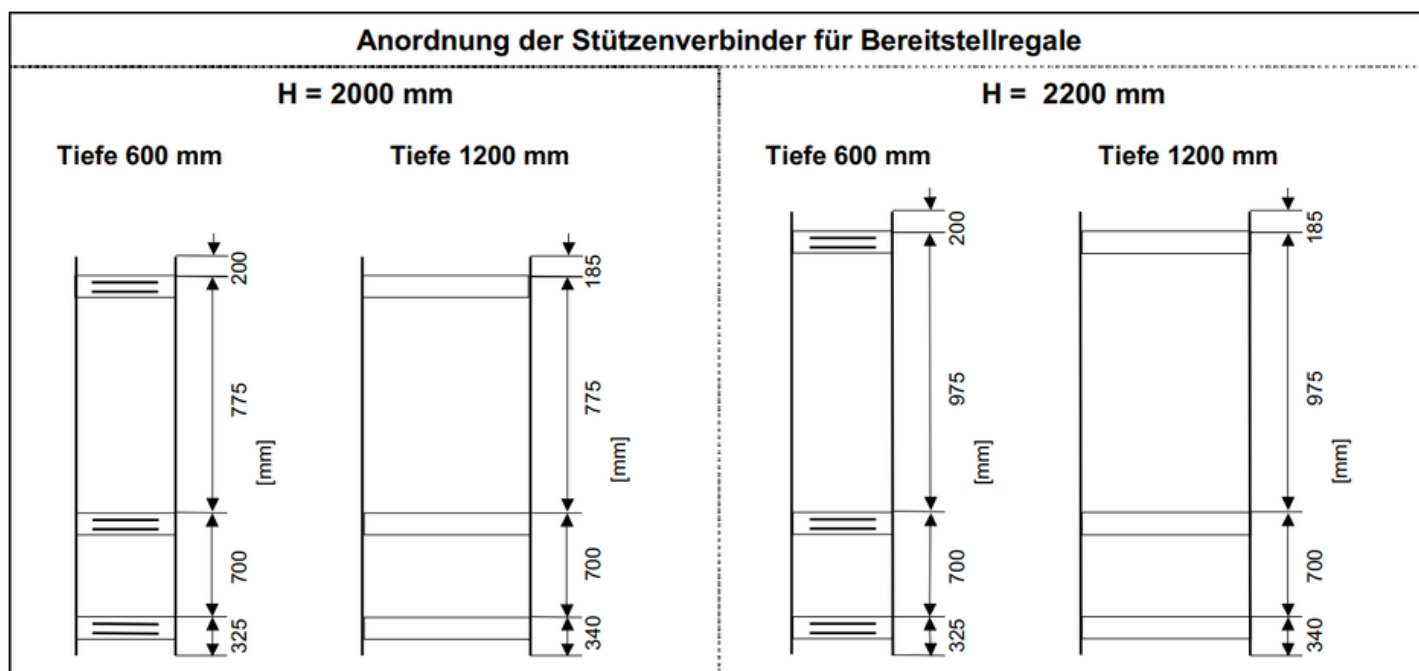
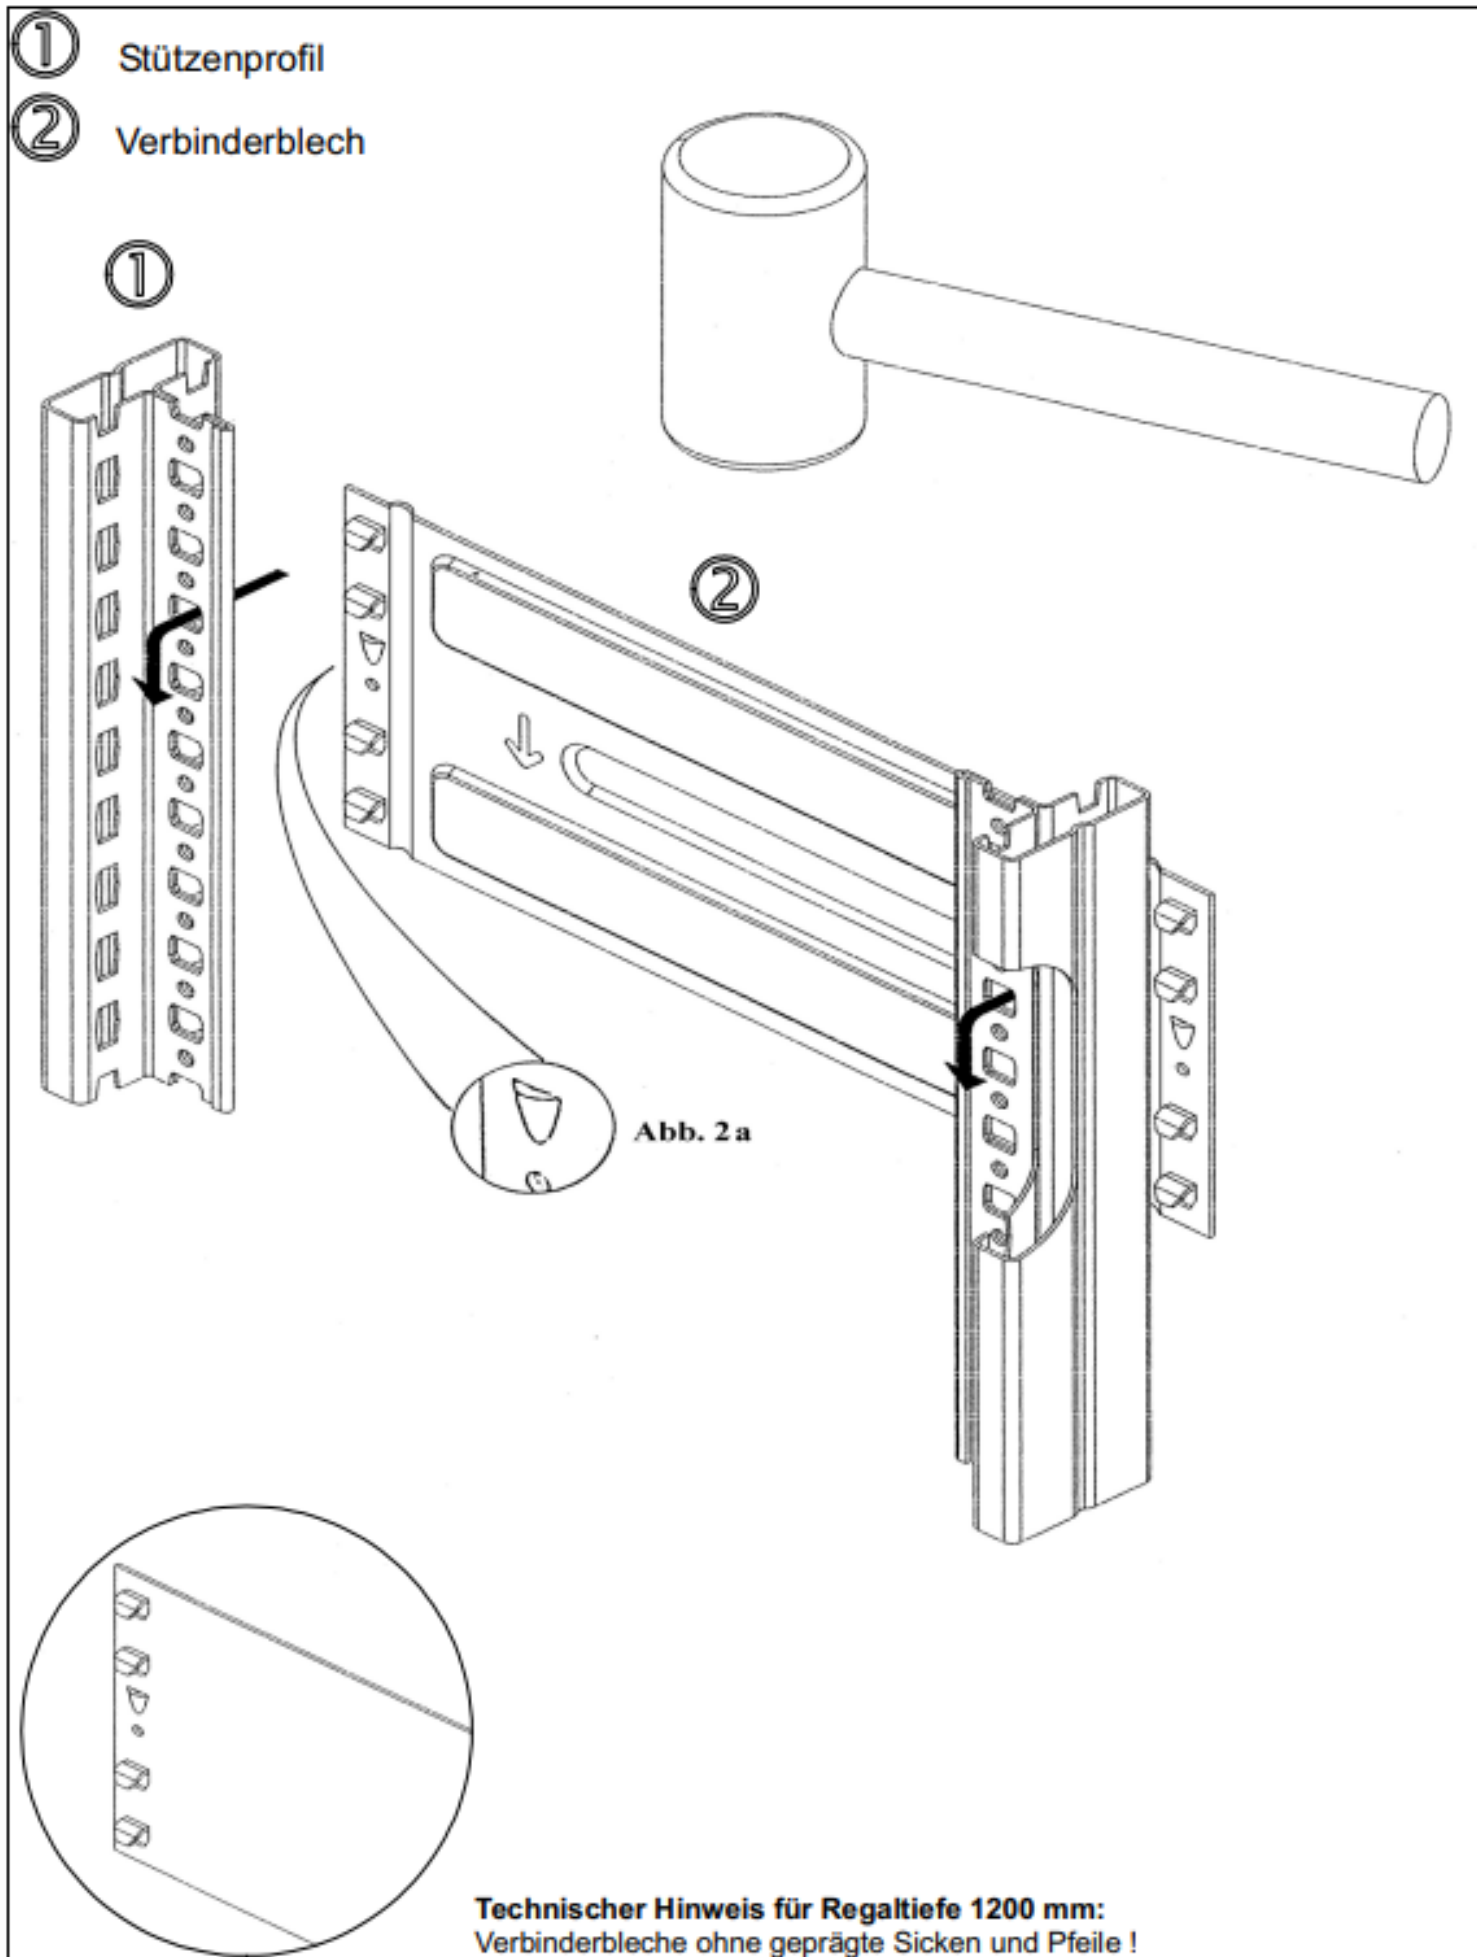

Abb. 1
Abb. 2
1.1 Zwei Stützenprofile im Abstand des Verbinderbleches anordnen (Abb. 2).
1.2 Verbinderbleche entsprechend der schematischen Darstellung (Abb. 1) in Stütze einsetzen (Abb. 2).
- Systemtiefe 1200 mm: Auf den Verbinderblechen der Systemtiefe 1200 mm sind keine Pfeile als Markierung vorhanden. Setzen Sie die Verbinderbleche entsprechend Abb. 2 in das Lochraster der Stützenprofile ein.